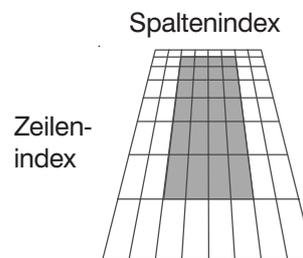

Abb. 8.2: Messfeld "50"
**Beispiel:** In der Mitte befindet sich der Standardmessbereich: Bildfeld (Z x X) 768 x 512 Pixel. Der Messfeldwert-Registerwert ergibt sich aus der Addition von Zeilen- und Spaltenindex (siehe Abb. 8.2 und Kap. 13.2). Messfeld =  $48 + 2 = 50$ . Die entsprechenden Messfelder sind grau hinterlegt.